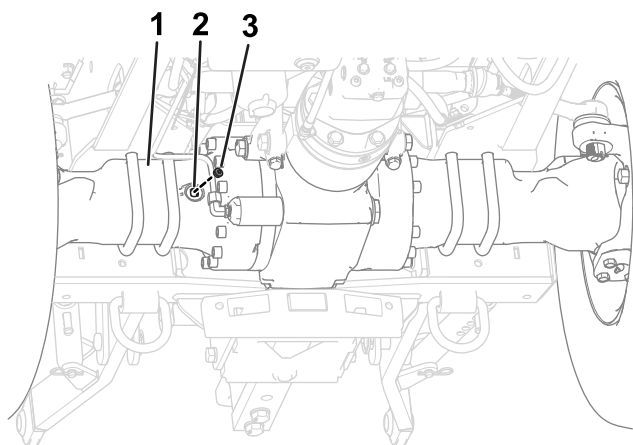

**Рисунок 97**
2. Отверните пробки смотровых отверстий в картерах дифференциалов мостов (Рисунок 97 и Рисунок 98).
3. Посмотрите сквозь смотровое отверстие и убедитесь в том, что уровень масла находится на нижней части резьбы отверстия (Рисунок 97 и Рисунок 98).
6. Заверните пробки в смотровые отверстия картеров дифференциалов мостов (Рисунок 97 и Рисунок 98).